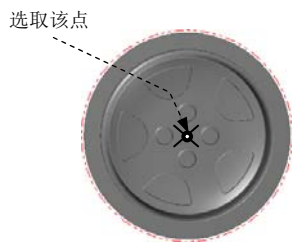

图 15.4 定义基准点
Step1. 绘制圆形边界。单击顶视图 **顶视图** 按钮，选择下拉菜单 **绘图(C)** → **圆弧(A)** → **已知圆心点画圆(C)...** 命令，系统弹出“编辑圆心点”工具栏。在图形区中选取图 15.4 所示的点作为绘制圆弧的圆心点，然后在 **半径** 后的文本框中输入值 460，按 Enter 键。单击 **✓** 按钮，完成圆形边界的绘制，结果如图 15.5 所示。